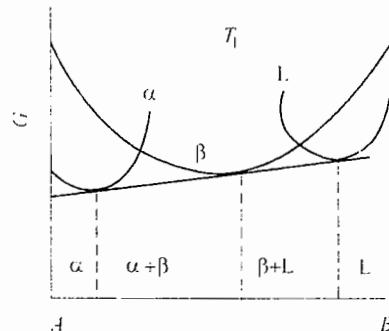

图 19-4 第二题第 7 小题
(1) 相图中三条水平线的反应式(温度由高到低): 包晶反应:  $L + \alpha \rightarrow \beta$ , 共析反应  $\beta \rightarrow \alpha + \gamma$ , 共析反应  $\gamma \rightarrow \alpha + \delta$ ;  $T_1$  温度下的成分-自由能曲线示意图如图 19-4 所示。
(2) Cu-10wt%Sn 合金平衡凝固过程: 析出初晶  $\alpha$ , 凝固后得到单相固溶体  $\alpha$ 。